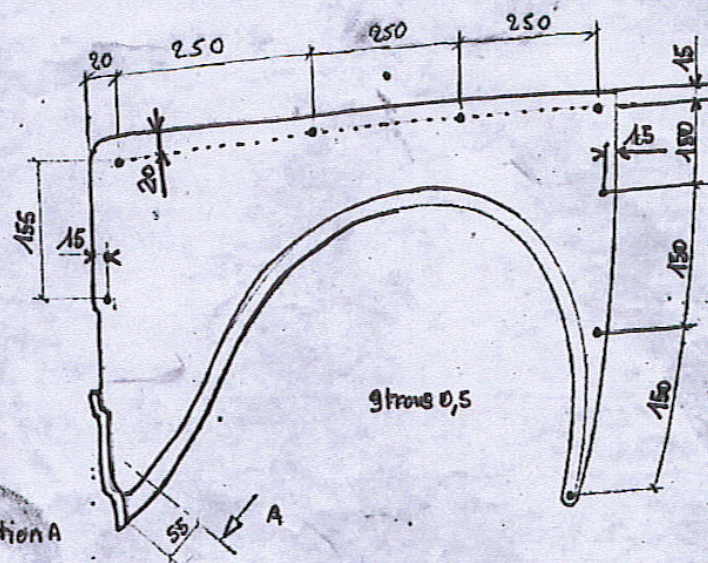

Fig. 14
- Se conformer aux figures 14 à 22 pages 14 à 17